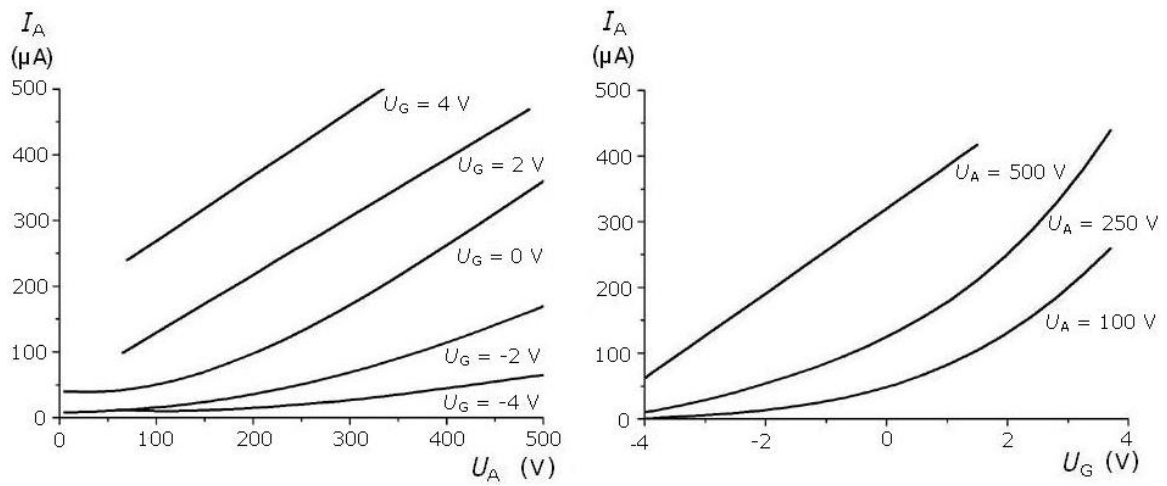

Fig. 2 Linhas de reconhecimento de triodos
- Linhas de reconhecimento $I_A - U_A$: determinar a corrente anódica em função da tensão anódica para tensões de grade constantes e representar graficamente os pares de valores (veja fig. 2).
- Linhas de reconhecimento $I_A - U_G$: determinar a corrente anódica em função da tensão anódica para tensões de grade constantes e representar graficamente os pares de valores (veja fig. 2).